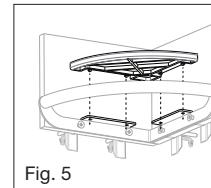

Fig. 5
9. Fixez la tablette en plastique au support pour tablettes et assurez-vous que les crochets en plastique s'enclenchent dans les trous de la ferrure de support. Appuyez fermement pour bien l'enclencher. (**Fig. 5**)
16. Fixez la tablette en plastique au support pour tablettes et assurez-vous que les crochets en plastique s'enclenchent dans les trous de la ferrure de support. Appuyez fermement pour bien l'enclencher. (**Fig. 5**)